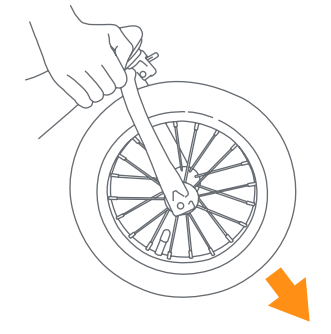

Fig. 5
- 5) • Lift the front wheel off of the ground and sharply strike the top of the tire (Fig. 5). The wheel should not be loose or come off.
- Levante la rueda delantera hasta que no toque el suelo y déle un golpe firme al neumático (la llanta) (Fig. 5). La rueda no debe de aflojarse o caerse.